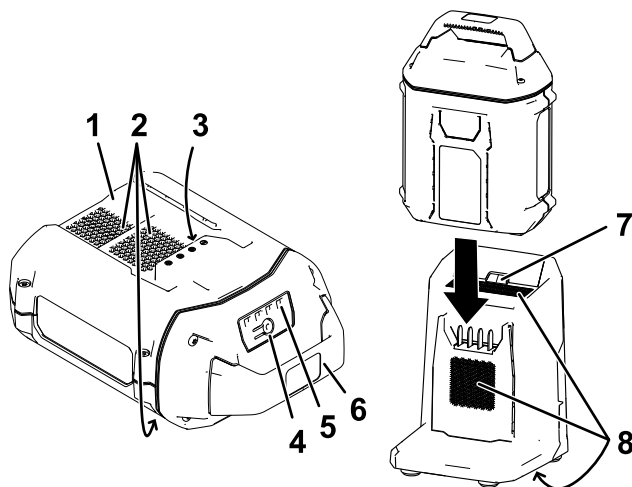

Figure 2
2. Alignez le creux de la batterie (Figure 2) sur la languette du chargeur.
3. Glissez la batterie dans le chargeur jusqu'à ce qu'elle soit bien enclenchée (Figure 2).